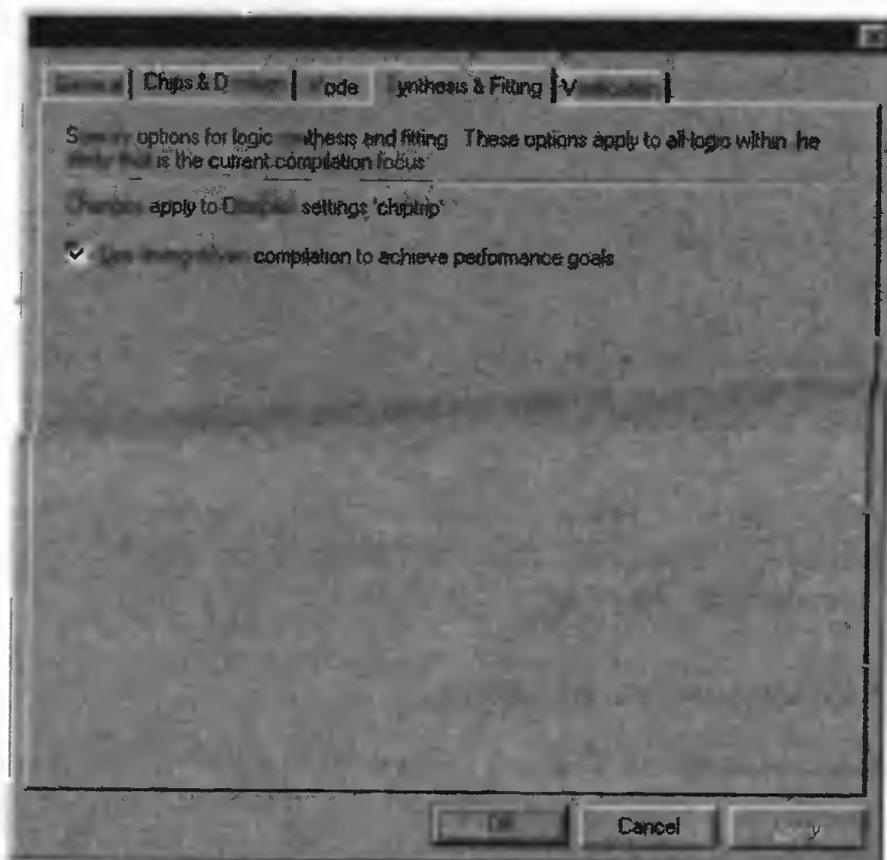

Рис. 3.36
2. Убедитесь, что включена опция **Use timing-driven compilation to achieve performance goals** (компиляция с использованием временных характеристик для достижения заданного быстродействия проекта) (рис. 3.36).